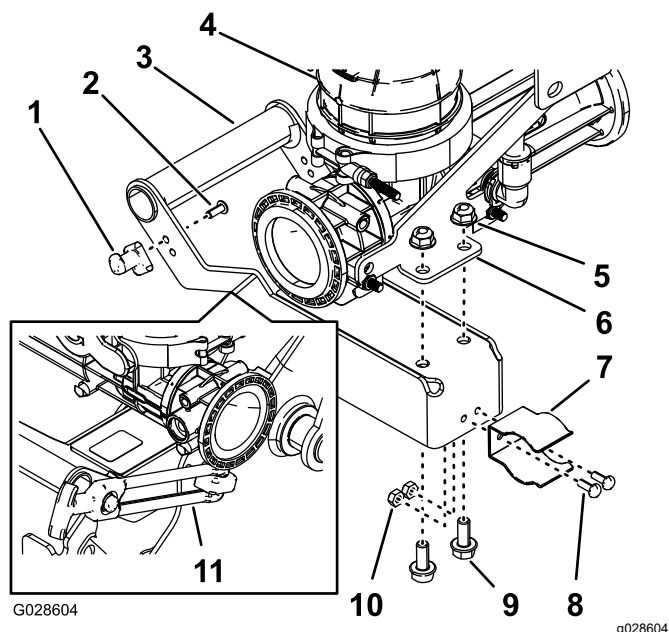

图 21
1. 使用 2 个六角头螺丝#10-24 x ½ 英寸将门锁杆组装到清洁加药器图 21 的手柄上。
2. 使用 2 个螺栓#10-24 x ½ 英寸和 2 个锁紧螺母 (#10-24) 将弹簧夹组装到门锁手柄图 21 上。
3. 使用 2 个凸缘头螺栓5/16 x ¾ 英寸和 4 个凸缘锁紧螺母5/16 英寸将手柄组装到清洁加药器的支架面板上图 21。